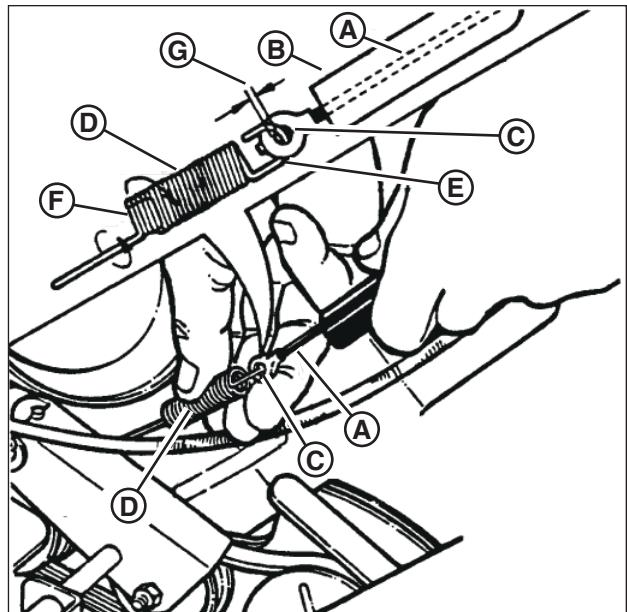

Figure 23 : Réglage de la commande de roues motrices
- La commande de roues motrices est correctement ajustée lorsqu'il y a 1/16 po à 1/18 po de dégagement (**G**, Figure 23) entre l'intérieur du mousqueton (**E**) et l'intérieur de la cosse de pédale d'embrayage (**C**) avec la commande de roues motrices relâchée.